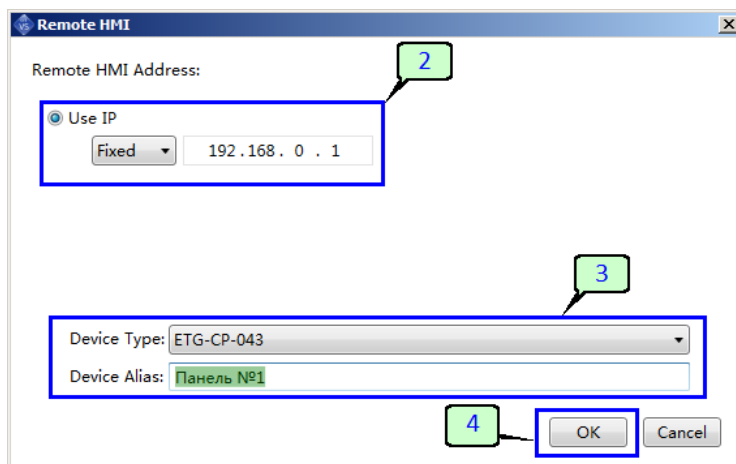

Рисунок 85 - IP-адрес удаленной панели
2. В открывшемся окне "Удаленный HMI" укажите IP адрес удаленной панели (рисунок 85).